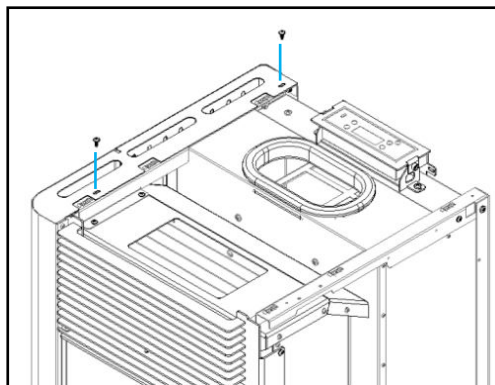

Figure 96 - Fixation des panneaux latéraux à la partie supérieure
e) Répéter le processus réalisé aux points c et d de ce manuel pour la mise en place de l'autre côté, puis vissez les parties latérales en utilisant quatre vis du kit **B** (DIN 7981 4,2X9,5), deux de chaque côté, comme le démontre la Figure 96.